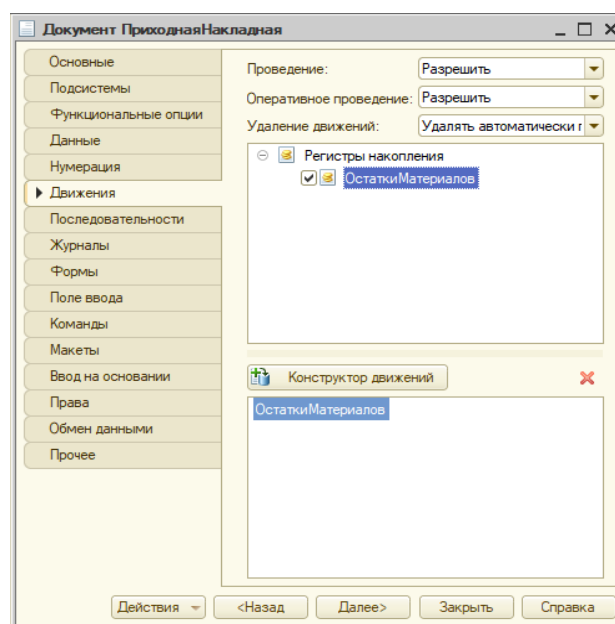

Рис. 2.2 Создание движений документа «ПриходнаяНакладная» в регистре «ОстаткиМатериалов»
1. Откройте окно редактирования объекта конфигурации Документ ПриходнаяНакладная. Перейдите на закладку Движения, откройте список Регистры накопления и отметьте регистр накопления ОстаткиМатериалов (рис. 2.2).